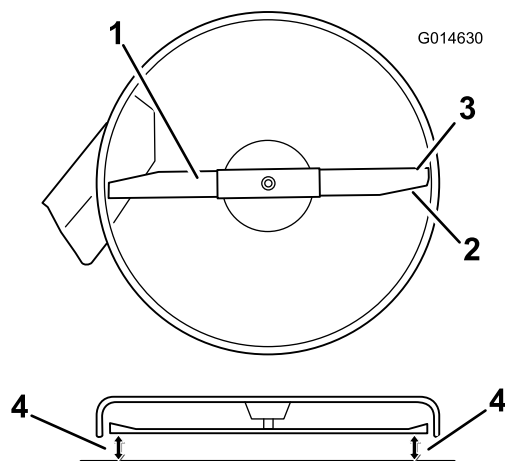

Figura 50
- Girate con cautela la(e) lama(e) in modo che sia(n)o disposta(e) lateralmente (Figura 50).
5. Misurate la distanza tra i taglienti esterni e la superficie piana (Figura 50). Se entrambe le misure non rientrano nella tolleranza di 5 mm è necessario regolare; proseguite l'operazione.